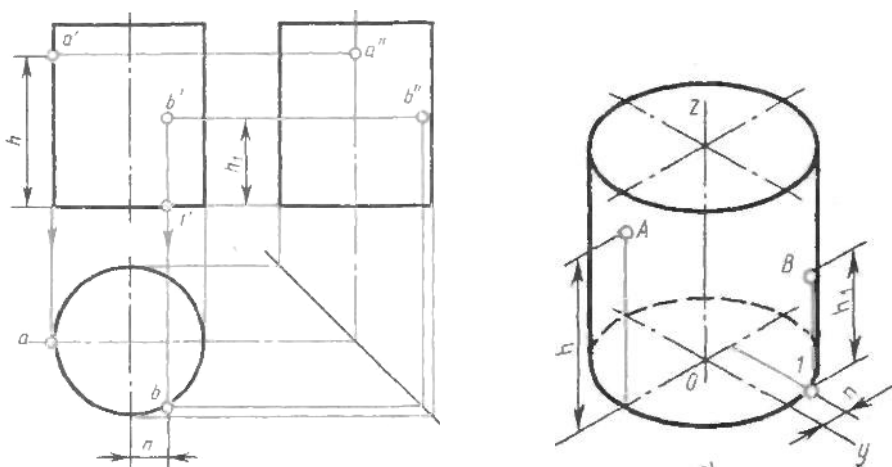

Рисунок 9 - Построение изометрии цилиндра и точек на ее поверхности
5. Построить точки на поверхности цилиндра согласно варианту, рисунок 9